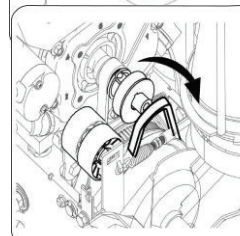

Figure 23
3. Снимите шнековый ремень со шкива двигателя. Figure 23.